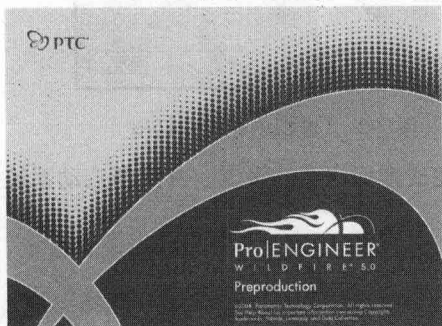

图 3-2 初始界面
- 02 弹出 Pro/ENGINEER Wildfire 5.0 初始界面，如图 3-2 所示。